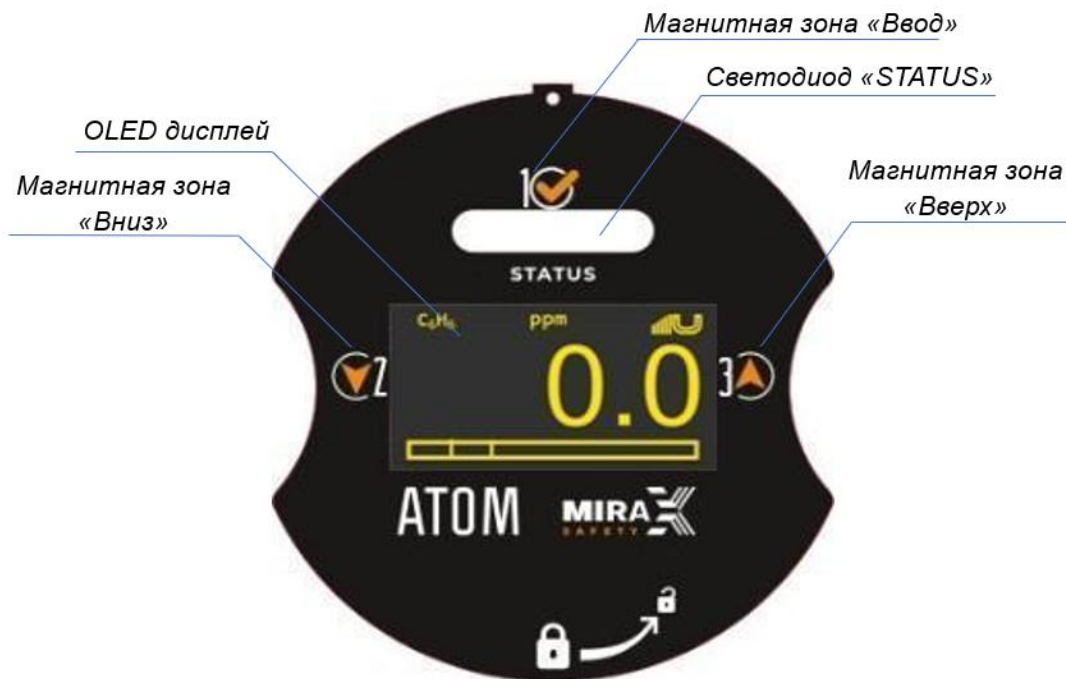

Рисунок 34 Лицевая панель АТОМ
- OLED дисплей (см. рисунок 34).
При кратковременном поднесении магнитного ключа к значку  на дисплее отображается текущая информация о датчике (см. рисунок 34). Для выхода обратно в режим измерения необходимо поднести магнитный ключ к этому же значку или к значку .